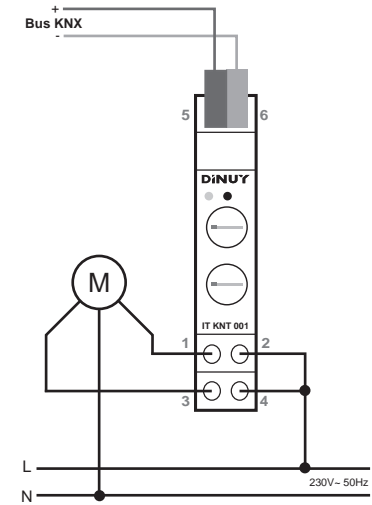
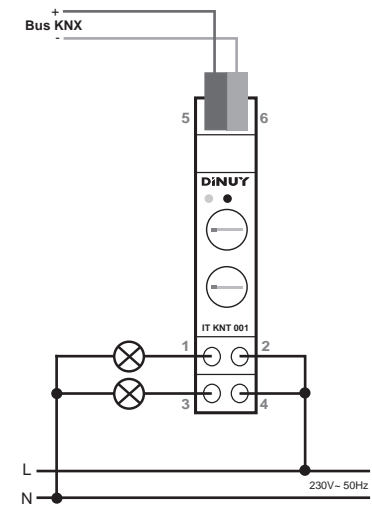

Fig. 1
Fig. 2
- Actuador de persianas/toldos de un canal de salida (Fig. 1).
- Actuador de conmutación de dos canales de salida independientes (Fig. 2).
- 1-channel Shutter Actuator (Fig. 1).
- 2-channel Switching Actuator (Fig. 2).
Follow these steps for installation (Fig. 1 - Shutter Control or Fig. 2 - Switching Control):
Siga los siguientes pasos para su instalación (Fig. 1 - Control Persiana/Toldo o Fig. 2 - Control dos cargas independientes):